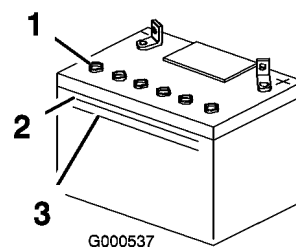

Figure 32
2. Observez le côté de la batterie. Le niveau de l'électrolyte doit atteindre le trait supérieur (Figure 32). Le niveau d'électrolyte ne doit pas descendre au-dessous du trait inférieur (Figure 32).
- Enlevez les bouchons d'aération de la batterie (Figure 32).
- Versez de l'eau distillée avec précaution dans chaque élément jusqu'au repère supérieur (Figure 32) sur le côté de la batterie.
- Attendez cinq à dix minutes après avoir rempli les éléments. Au besoin, ajoutez de l'eau distillée pour amener le niveau jusqu'au repère supérieur sur le côté de la batterie (Figure 32).